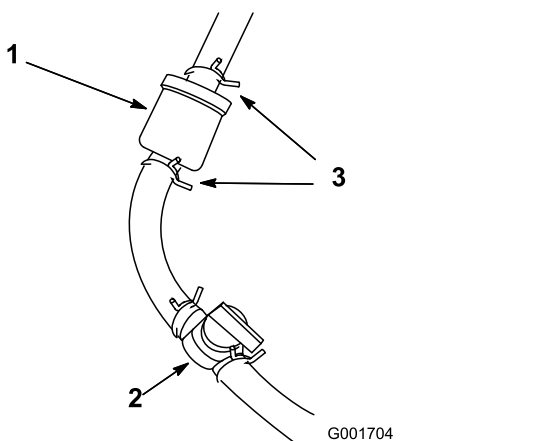

图 45
1. 关闭燃油切断阀图 45。
2. 将放油盘放到滤清器下方拧松滤清器化油器侧的软管夹然后从滤清器中取出燃油管线图 45。